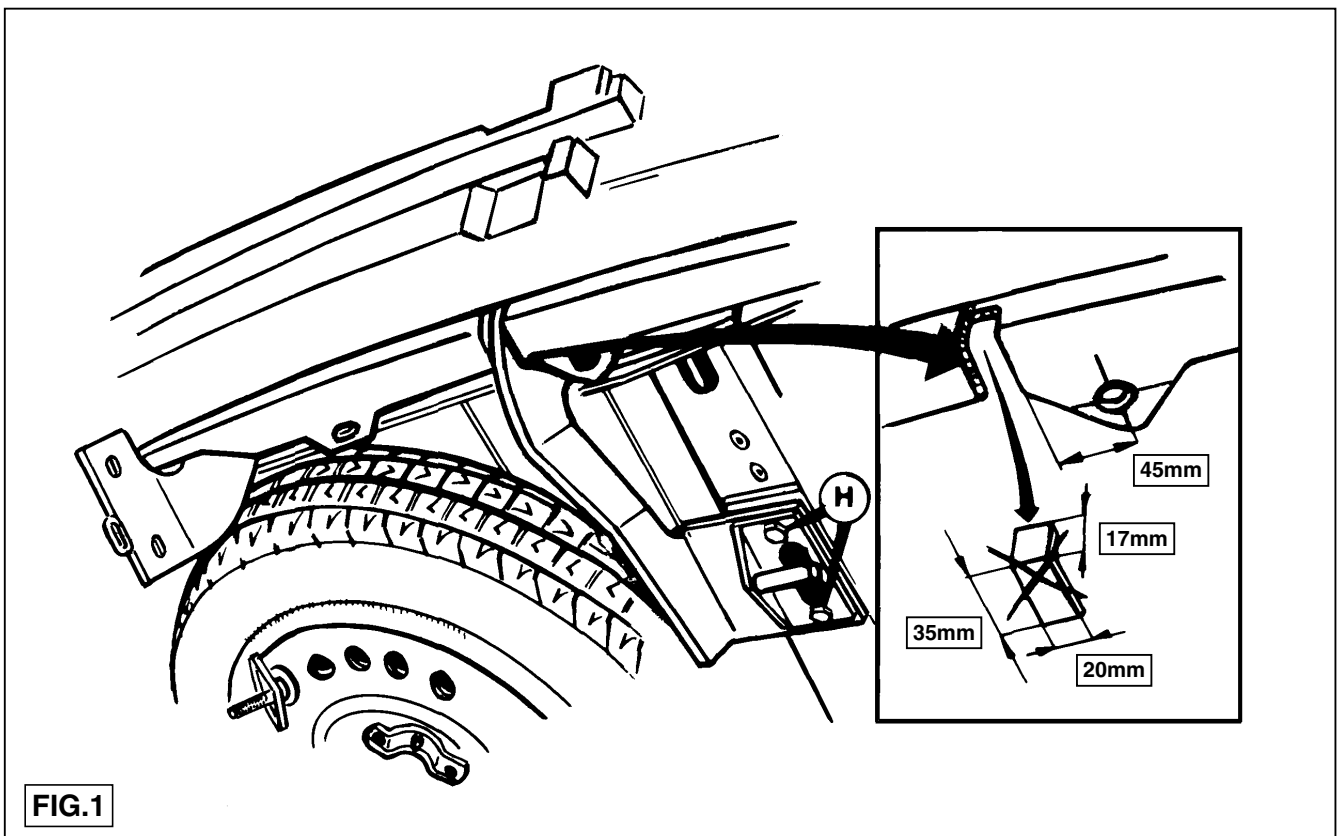

FIG.1
4. Om de bumper gemakkelijker te kunnen monteren dient men de kogelstang van de trekhaak te demonteren. Zaag overeenkomstig fig. 1 links en rechts het aangegeven deel uit het binnenwerk van de bumper.
4. In order to make bumper fitting easier, remove the ball hitch from the towbar. Saw the indicated part out on the left and right of the inner section of the bumper, as shown in fig.1. Saw the indicated part out of the underside in the middle of the bumper, as shown in fig.2. Replace the inner fittings in the bumper and then fit the plastic bumper section. Replace the ball hitch and fix with two M12x80 bolts together with lock-washers and self-locking nuts.
4. Um die Stoßstange einfacher montieren zu können, kann man die Kugelstange vom Kupplungskugel mit Halterung abnehmen. Die Innenverankerung von der Stoßstange und anschließend das Stoßstangenenteil aus Kunststoff wieder anbringen. Entsprechend Fig.1 links und rechts den angegebenen Teil aus dem Innenteil der Stoßstange sägen. Entsprechend Fig.2 in der Mitte den angegebenen Teil an der Unterseite aus der Stoßstange sägen. Die Kugelstange wie Teil an der Unterseite aus der Stoßstange sägen. Die Kugelstange wieder anbringen und mit zwei Schrauben M12x80 inkl. Unterlegscheiben und selbstsichernde Müttern laut Tabelle festdrehen.
4. Afin de faciliter le montage du pare-chocs il faudra démonter la barre à rotule de l'attache-remorque. Retenir en place la garniture du pare-chocs puis l'élément plastique du pare-chocs. Découper à gauche et à droite, conformément à la fig.1, la partie indiquée de la garniture du pare-chocs. Découper, conformément à la fig.2, la partie indiquée au milieu de la partie inférieure du pare-chocs. Remettre en place la barre à rotule et la fixer à l'aide de deux boulons M12x80 y compris les rondelles de blocage et les écrous à auto-serrage. Serrer les boulons venant d'être montés conformément au tableau.
4. Anhængertrækkets kuglestang demonteres, så kofangeren er nemmere at anbringe. Sav ifølge fig.1 de markerede dele ud af inderværket på kofangeren i venstre og højre side. Sav ifølge fig.2 den markerede del ud af midten på undersiden af kofangeren. Påmonter kofangerens inderværk og derefter den kunststof- kofangerdel.